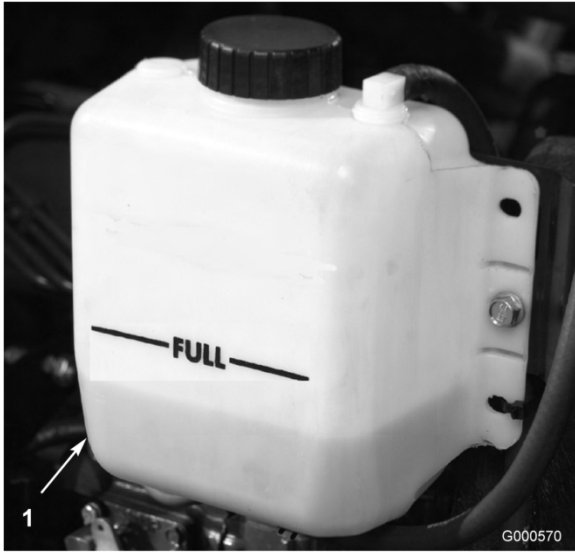

図 13
1. ラジエーターと補助タンクのふた（図 13）を注意深く開ける。